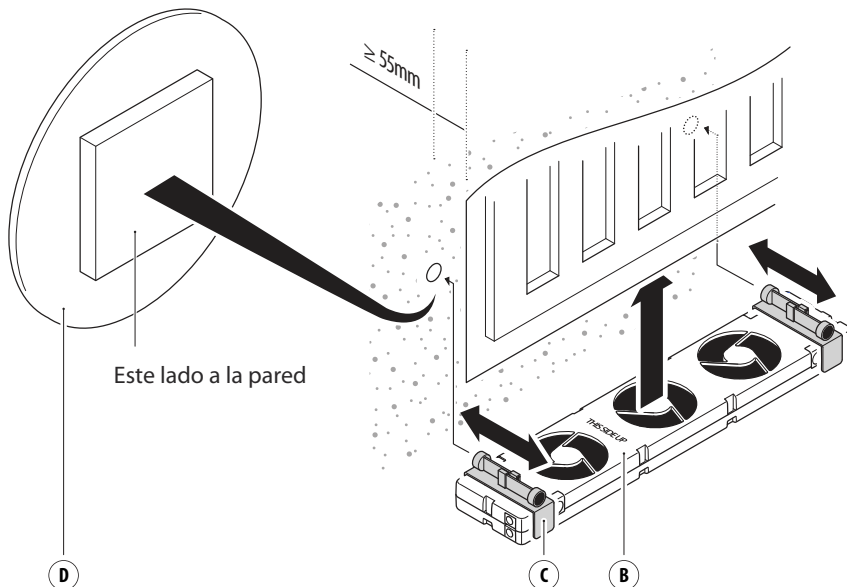

Fig. 7: Fijación del SpeedComfort (B1) a la pared y al radiador de placa única.
2. Repita los pasos 1-7 como para el radiador ancho. En el espacio identificado, pegue los dos **placas metálicas** (D1, D2) en la pared. Use los **imanes ajustables** (c1, c2, c3, c4) en los **soportes** (C1, C2) para conectar el **SpeedComfort** (B1) a la pared y al radiador de placa única (véase fig. 7).